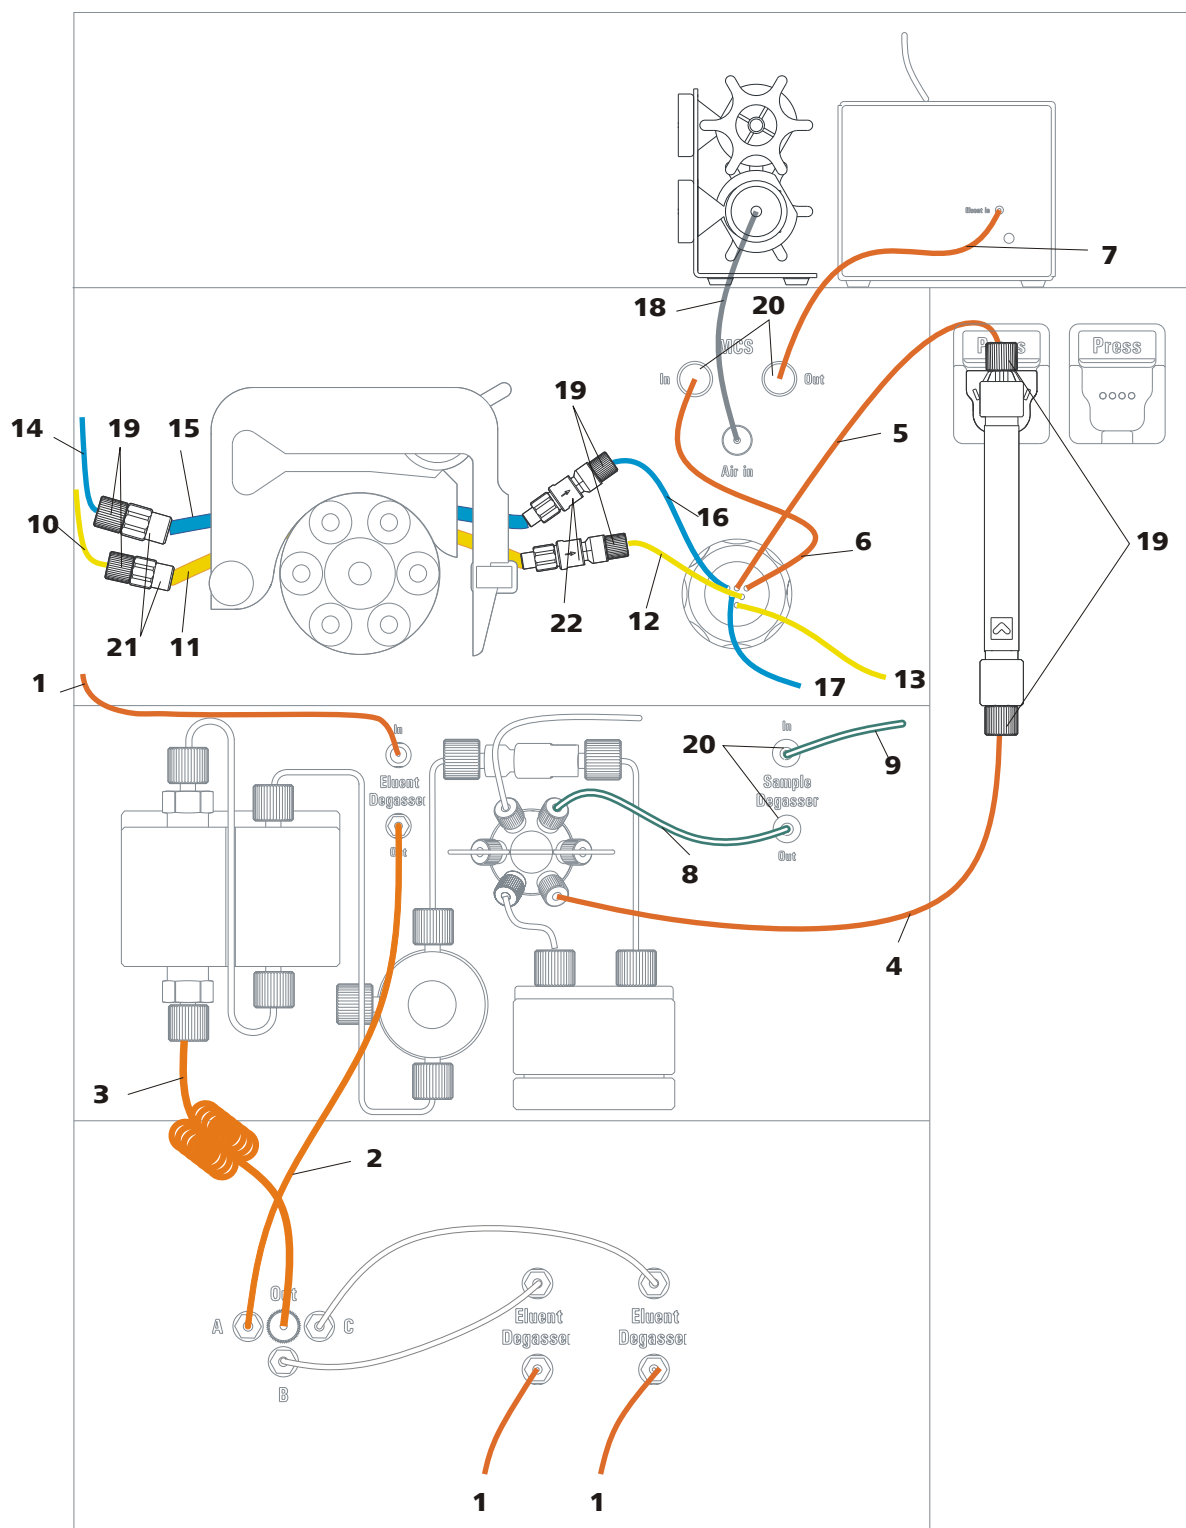

Figure 3 Schéma d'installation
- un schéma d'installation (*voir Figure 3, page 17*) qui représente l'appareil entièrement monté.